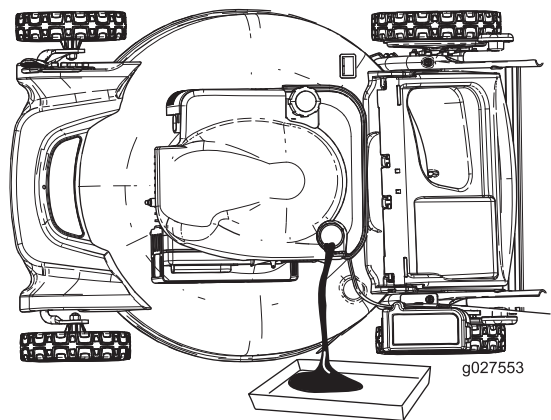

Figura 24
7. Coloque la máquina de lado con la varilla de aceite hacia abajo para drenar el aceite usado a través del tubo de llenado al recipiente (Figura 24).